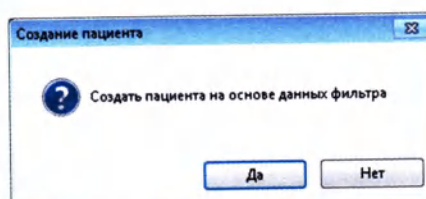

Рисунок 2.27
2. ЛИС предложит создать новую Карту пациента, заполнив ее данными из поискового фильтра⁵ (Рисунок 2.27):